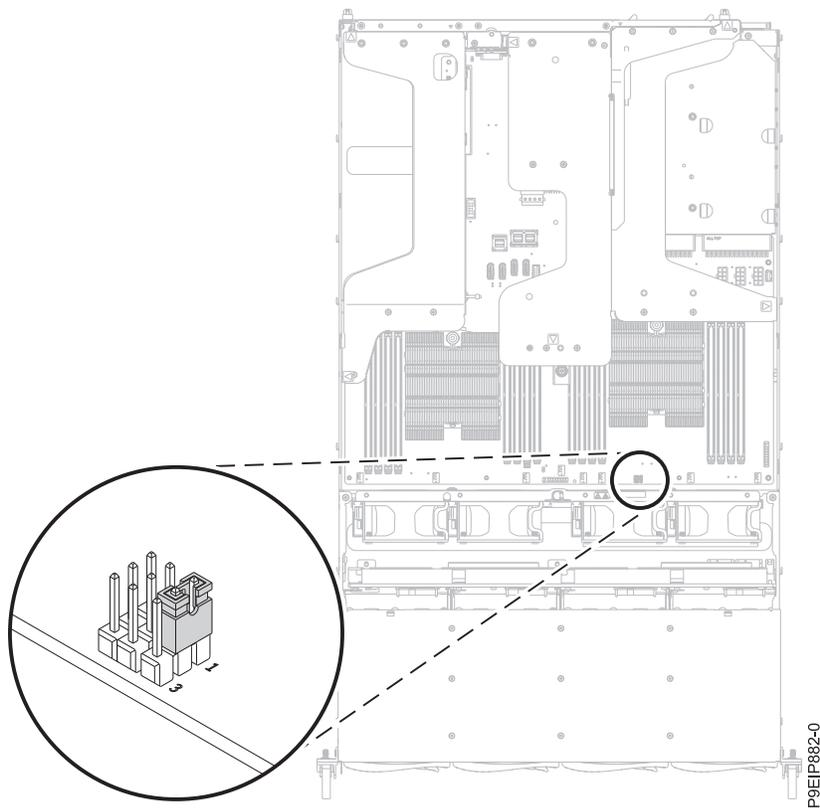

Figura 40. Valor del puente
3. Asegúrese de que el valor del puente en la ubicación indicada sea igual que el que se indica en la Figura 40 en la página 43, sobre las patillas 1 y 2. La patilla 3 está más cerca de la parte frontal del sistema. La patilla 1 está más cerca de la parte posterior del sistema.